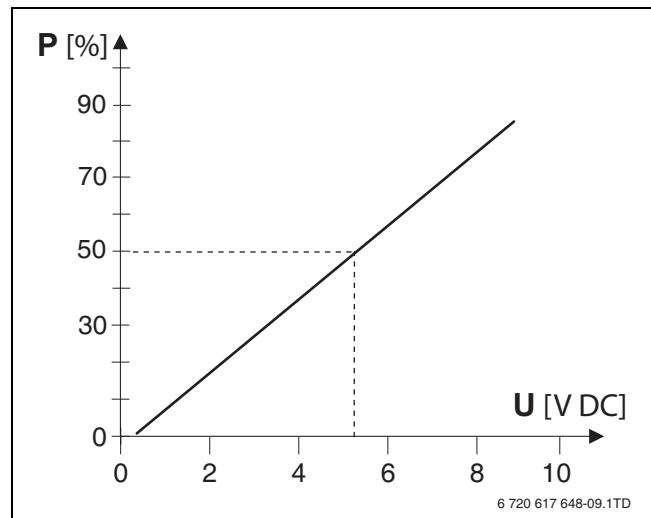

Fig. 4 Rapport entre la tension d'entrée et la puissance calorifique
- Réglez le cavalier à la bonne position (→ fig. 4).